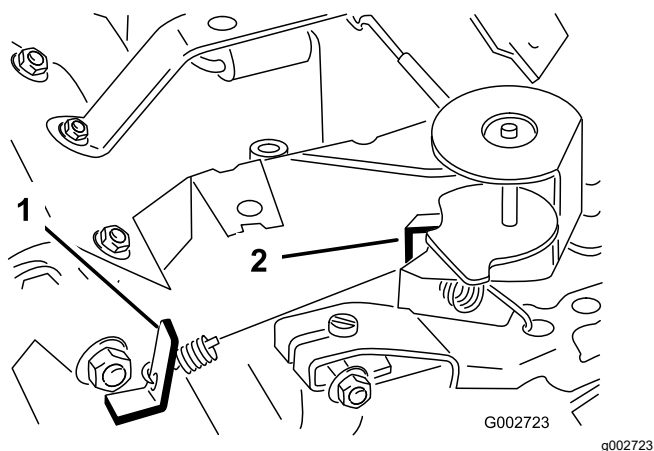

Figure 39
3. Courbez la languette d'ancrage du ressort de ralenti réglé (Figure 39) pour obtenir un régime de ralenti de $1\,725 \pm 50$ tr/min.
6. Courbez la languette d'ancrage du ressort de haut régime (Figure 39) pour obtenir un haut régime de $3\,400 \pm 50$ tr/min.